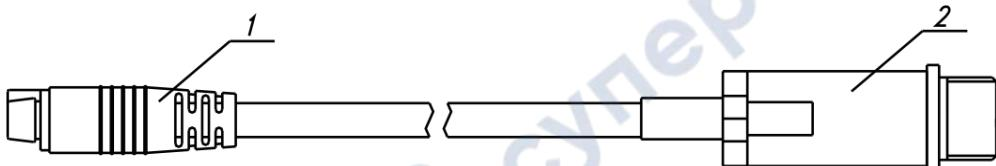

Рисунок 3.3 Кабель-удлинитель для измерительных преобразователей, приведенных в **ПРИЛОЖЕНИИ В** в пунктах 1, 4, 6, 7;
Преобразователи при необходимости подключаются к измерительному блоку с помощью встроенного кабеля, кабеля-удлинителя (см. рисунок 3.3) или соединительного кабеля (см. рисунок 3.4) в зависимости от исполнения.
- 4.3** Соединить измерительный блок и измерительный преобразователь, при необходимости, воспользовавшись кабелем-удлинителем (см. рисунок 3.3) или соединительным кабелем (см. рисунок 3.4) в зависимости от исполнения преобразователя. В случае если анализируемая среда предполагает содержание механической пыли, паров масла принять меры по их устранению.